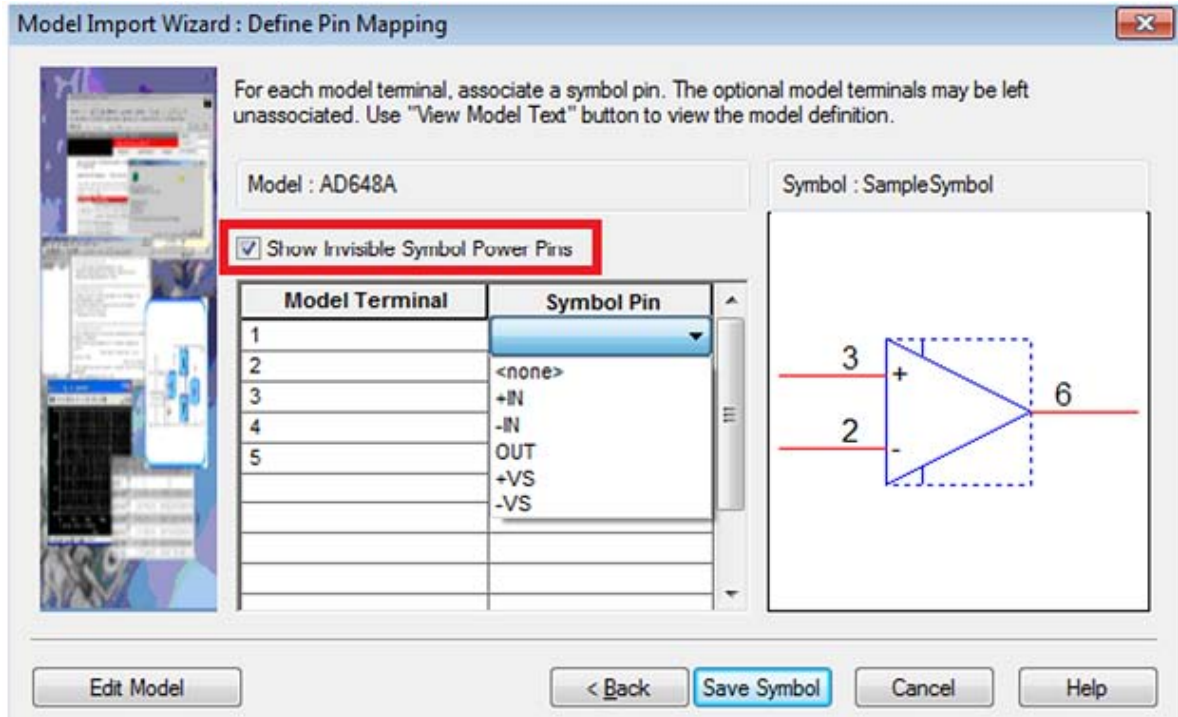

图 26 匹配管脚
6、点击下一步后，在符号引脚的下拉菜单中发现只有三个管脚，正负电源输入的引脚是隐藏的，勾选“Show Invisible Symbol Power Pins”，如图 26 所示，显示隐藏管脚，在符号引脚的下拉菜单中就可以有五个引脚可供选择。